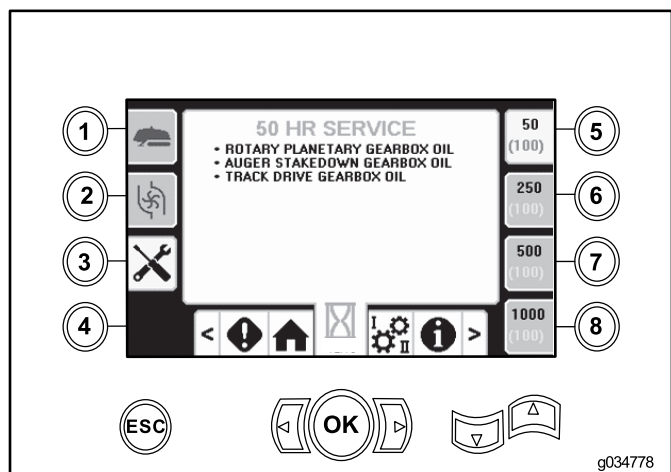

Рисунок 43
- Кнопка 5 — регламент технического обслуживания после наработки 50 часов (Рисунок 43)